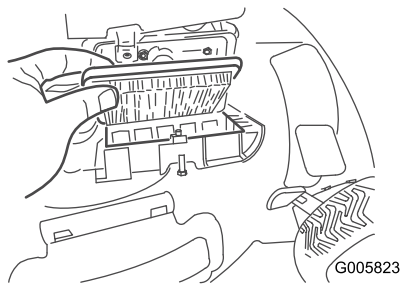

Figura 41
2. Sostituite il filtro dell'aria (Figura 41).